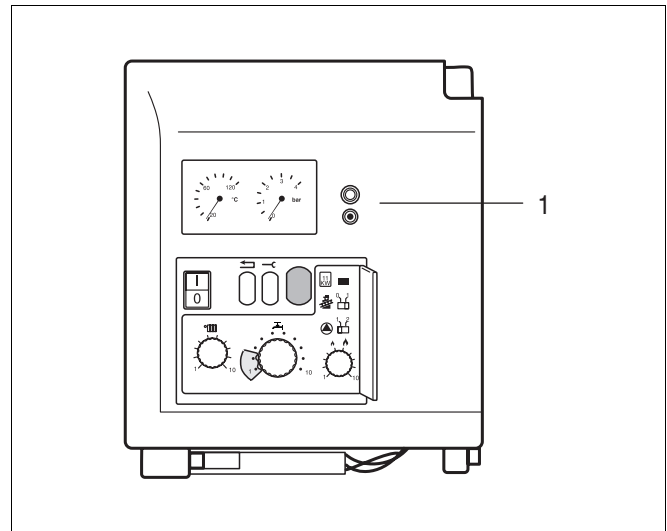

Fig. 13 Connettore per servizio
Dietro lo sportellino del rivestimento è stato predisposto un connettore per interventi di servizio (fig. 13, pos. 1). Se l'utilizzatore dispone di un tester di servizio, è possibile collegare quest'ultimo alla caldaia mediante il connettore.